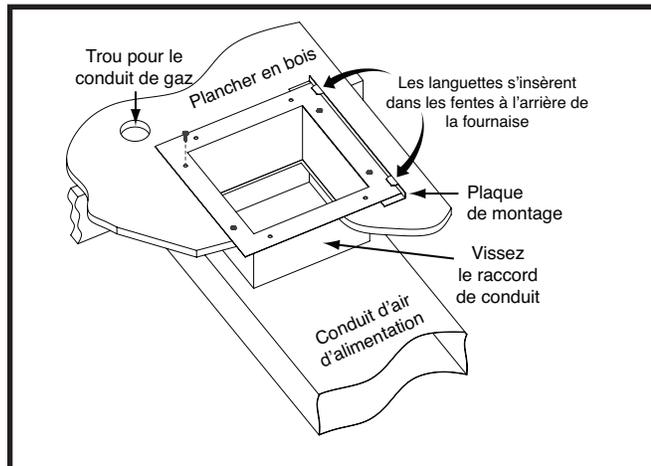

Figure 15. Raccord de conduit à vis
1. Appliquez un cordon de pâte à calfeutrer, de mastic ou d'un autre scellant approuvé autour de la base du rebord de 1/2 po et de la plaque de restriction. Voyez la Figure 15